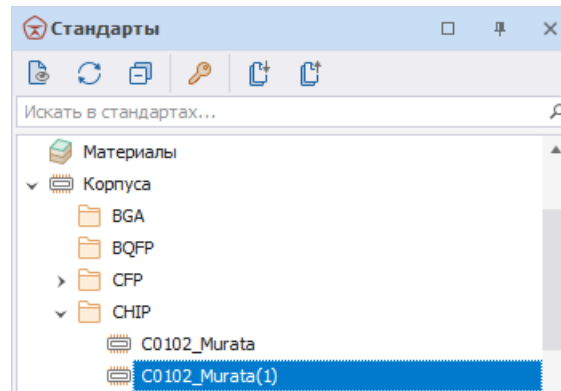

Рис. 87 Отображение созданной копии корпуса
3. В дереве корпусов рядом с выбранным корпусом будет создана его копия, Рис. 87.